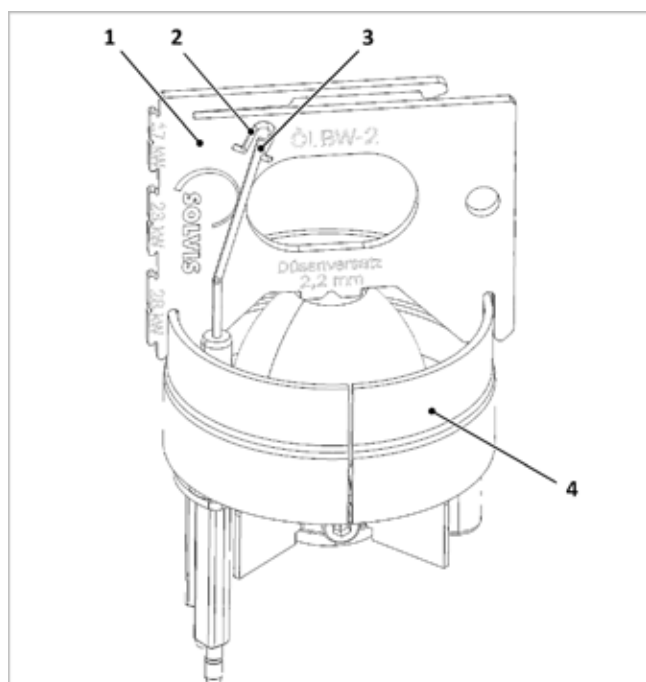

Fig. 142 : contrôle des électrodes d'allumage
- Contrôler la position des électrodes (3) conformément à la → fig. 142 et la corriger par torsion le cas échéant.
- Contrôler la longueur minimale. L'extrémité inférieure de la fenêtre de contrôle (2) du gabarit de réglage indique la longueur minimale des électrodes d'allumage. Si les électrodes ne sont plus qu'un peu plus longues, elles doivent être remplacées.